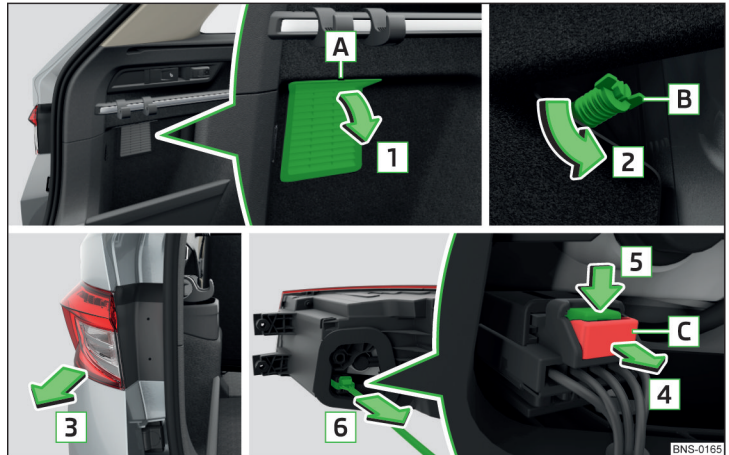

Abb. 377 Leuchte ausbauen / Stecker abziehen
- Das jeweilige Gitter **A** in Pfeilrichtung **1** abnehmen » Abb. 377.
- › Den Stecker entgegen der Pfeilrichtung **6** » Abb. 377 in die Leuchte einschieben.
- › Die Schraube **B** entgegen der Pfeilrichtung **2** einschrauben » Abb. 377.